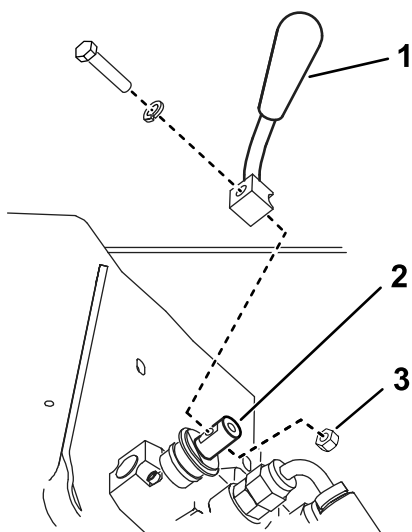

Figure 3
2. Fixez le levier au sélecteur de vitesse avec le boulon, la rondelle frein et l'écrou, comme montré à la Figure 3.